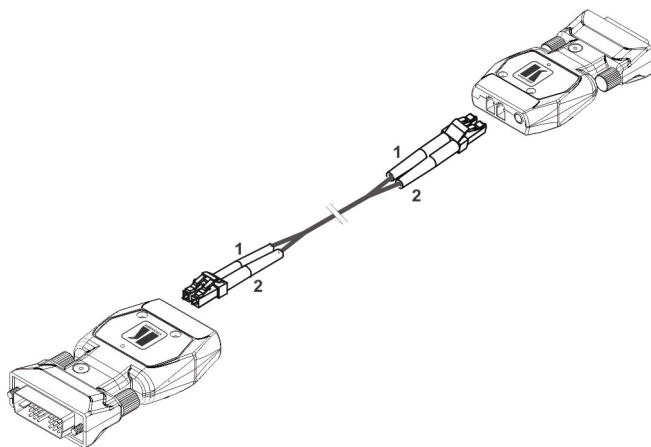

Рис. 2. Подсоединение оптоволоконного кабеля
Для подсоединения съемного волоконно-оптического передатчика сигнала DVI по двухканальной линии **616T** к съемному волоконно-оптическому приемнику сигнала DVI из двухканальной линии **616R** в соответствии с примером, показанным на рис. 2, действуйте в следующем порядке:
2. Соедините модули **616R** и **616T** с помощью дуплексного оптоволоконного кабеля с разъемами типа LC, по одному разъему в один прием (см. рис. 2).
Запрещается подсоединение каких-либо промежуточных кабелей или адаптеров между ними. Подсоедините кабели в соответствии с рис. 2.